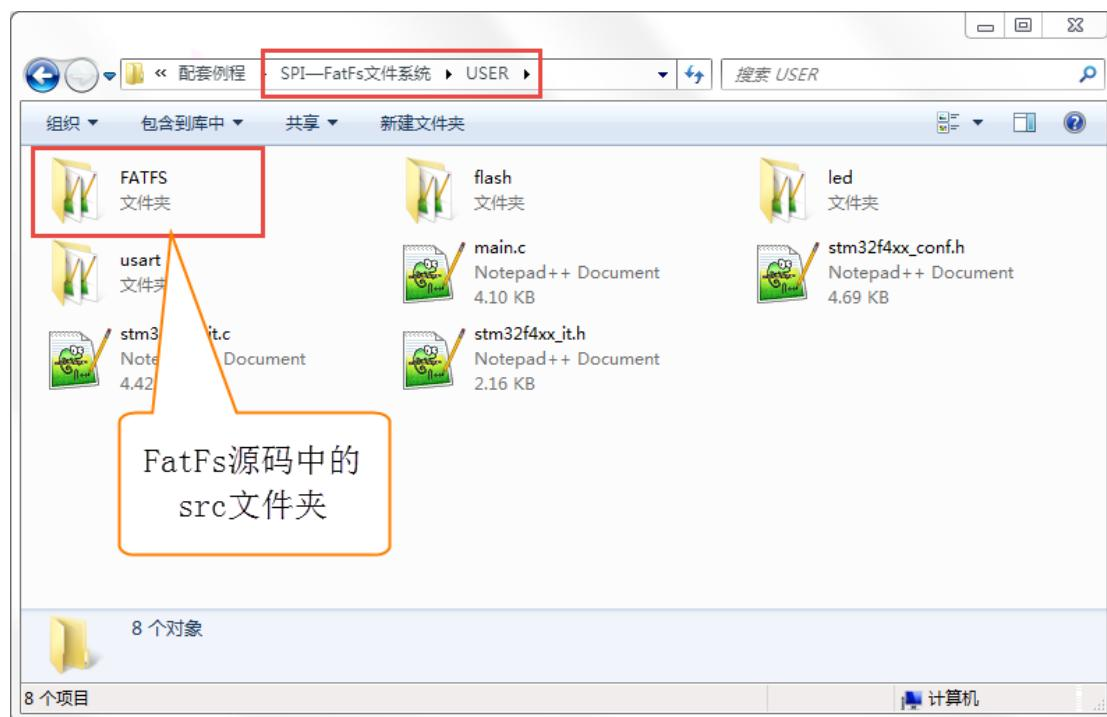

图 25-5 拷贝 FatFs 源码到工程
- 1) 先拷贝一份 SPI Flash 芯片测试的工程文件(整个文件夹)，并修改文件夹名为“SPI—FatFs 文件系统”。将 FatFs 源码中的 src 文件夹整个文件夹拷贝一份至“SPI—FatFs 文件系统\USER\”文件夹下并修改名为“FATFS”，见图 25-5。